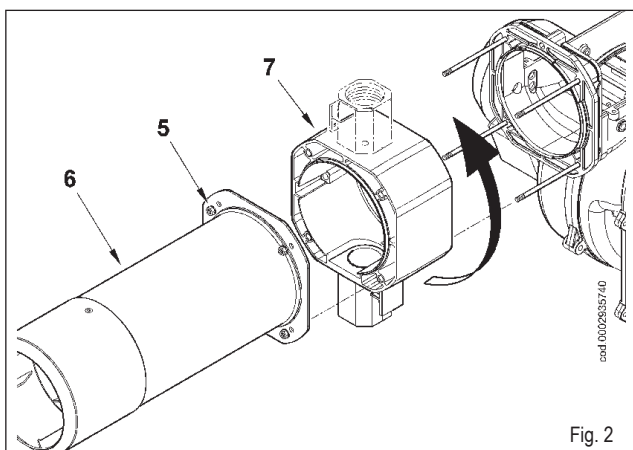

Fig. 2
- 2) Проверьте, что подвижная пластина 3 закреплена винтом 4. Это позволит по окончании операций по обслуживанию поместить узел смесителя в то же положение, на которое он был ранее отрегулирован. Открутите винт (5), фиксирующий выдвижную штангу узла к подвижной пластине (рисунок 2).